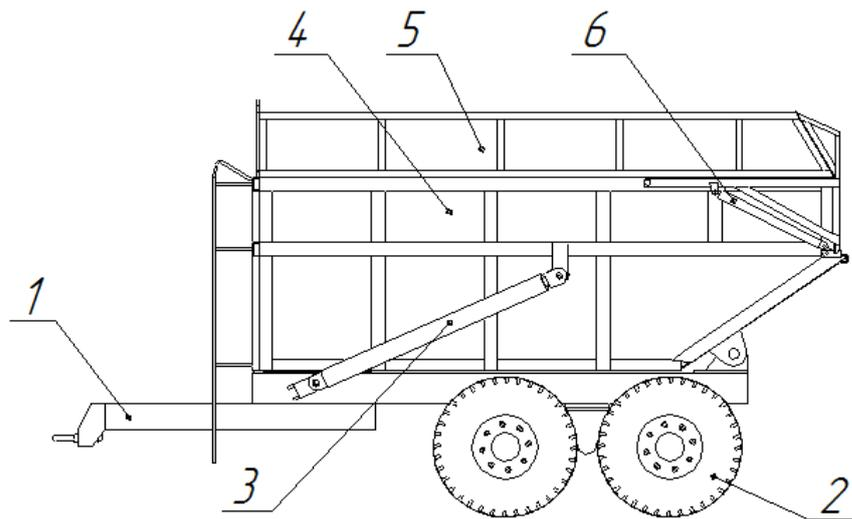

Рис.1 Схема полуприцепа самосвального
3.1 Самосвальный полуприцеп ПС-9 (рис.1), ПС-12 (рис.1) состоит из рамы с дышлом и прицепным устройством, балансирной тележки, кузова с наставными бортами (опция), опрокидывающим механизмом кузова и заднего борта, рабочей и стояночной тормозных систем, системы электрооборудования и гидросистемы опрокидывающего механизма.